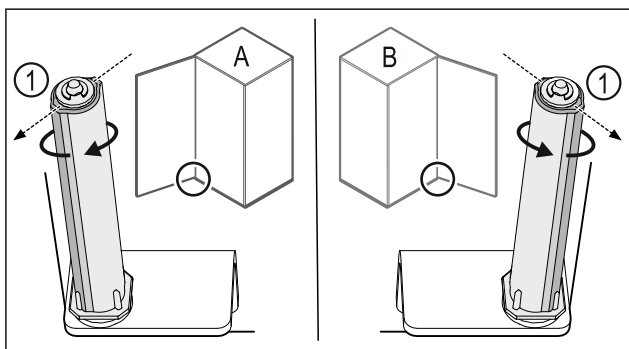

Fig. 23 Отваряне наляво (A) / отваряне надясно (B)
- ▶ Въртете затварящата система срещу съпротивлението, докато реброто на затварящата система Fig. 23 (1) сочи навън.